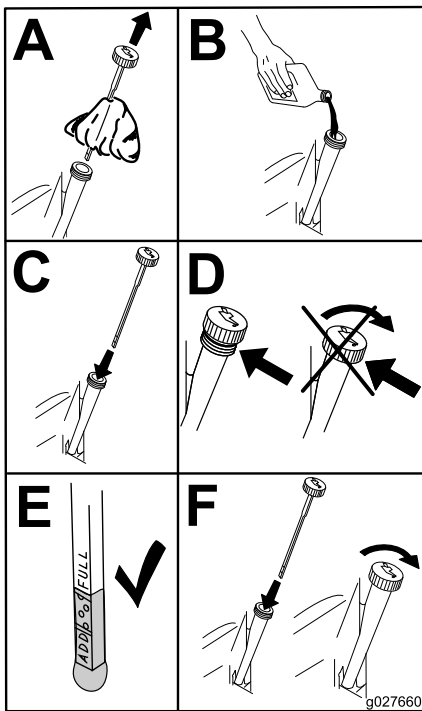

Bild 56
5. Gießen Sie langsam ungefähr 80 % der angegebenen Ölmenge in den Einfüllstutzen und füllen Sie dann vorsichtig mehr Öl ein, um den Ölstand an die **Voll**-Markierung zu bringen (Bild 56).